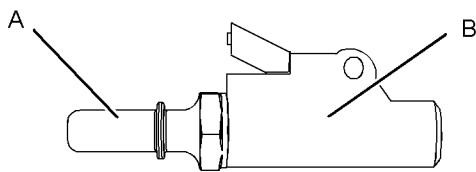

図 64
3. 保護キャップ(1)を取り外します。バルブ(2)を押して空気を抜きます。Perkins では、適切な長さの汚れのないホースが取り付けられたタイヤインフレーターを使用することを推奨しています。図64をご参照ください。